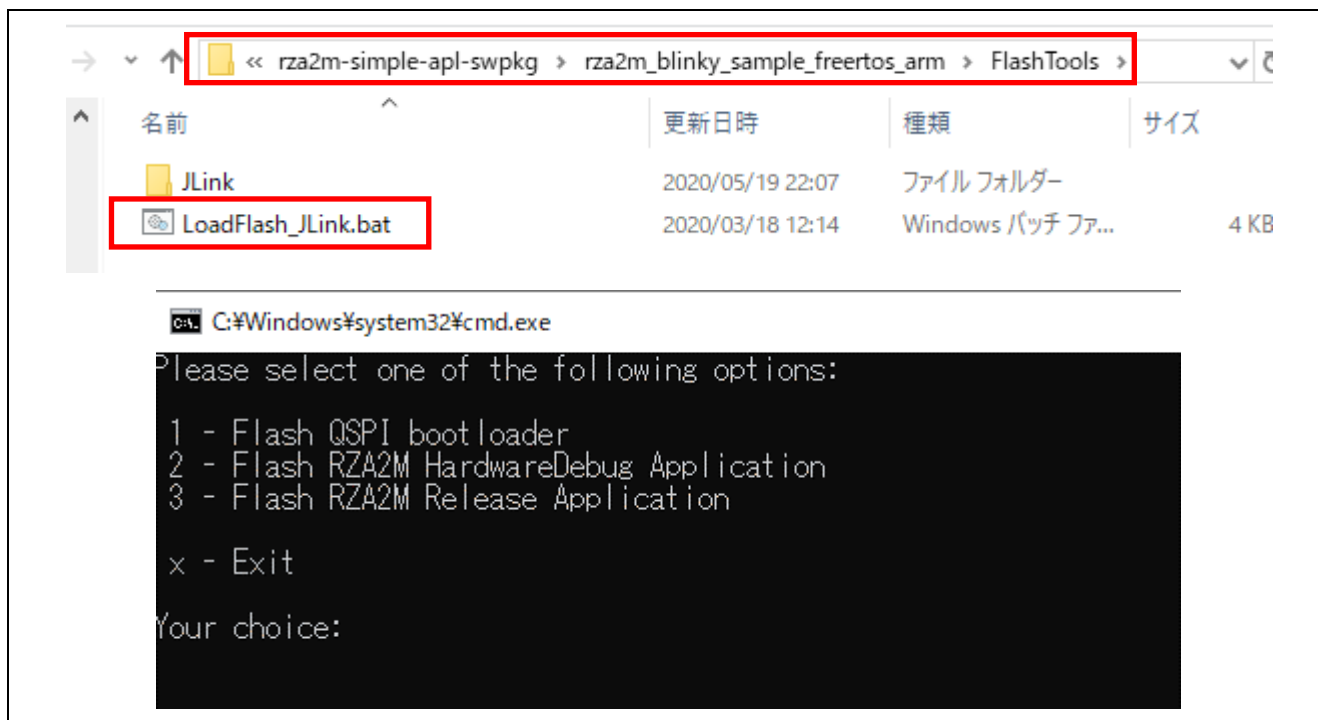

図 3-9 評価ボードへのダウンロードの開始
- 評価ボードへのダウンロードは J-Link（もしくは J-Link Lite）を使用して行います。ここでは「rza2m\_blinky\_sample\_freertos\_arm」プロジェクトについて説明しますが、他のプロジェクトについても同様です。rza2m\_blinky\_sample\_freertos\_arm¥FlashTools フォルダの「LoadFlash\_JLink.bat」を実行すると、以下のコマンドプロンプト画面が起動します (図 3-9)。